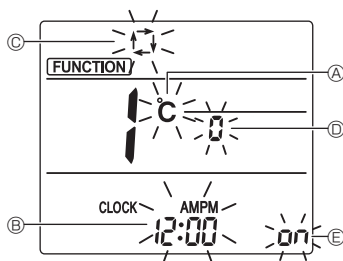

Fig. 4-11
- Tryk på **STOP**-knappen ① for at stoppe klimaanlægget.
- Tryk på **MENU**-knappen ②.
- Kontrollér, at funktionsnr. "1" vises, og tryk derefter på **SET**-knappen ③. Indstillingsskærmen til skærmvisning vises. (Fig. 4-11)
- Tryk på **UP**-knappen ④ for at ændre funktionsnr.
### 4.12.2. Ændring af temperaturenheden (Fig. 4-11 (A))
- Tryk på **TEMP**-knappen ⑤.
- Hver gang der trykkes på **TEMP**-knappen ⑤, skifter indstillingen mellem **°C** og **°F**.
### 4.12.3. Ændring af tidsvisningen (Fig. 4-11 (B))
- Tryk på **TIME**-knappen ⑥.
- Hver gang der trykkes på **TIME**-knappen ⑥, skifter indstillingen mellem **12:00** og **24:00**.
### 4.12.4. Ændring af AUTO-tilstanden (Fig. 4-11 (C))
- Tryk på **—**-knappen ⑦.
- Hver gang der trykkes på **—**-knappen ⑦, skifter indstillingen mellem **☀** og **☀☀**.
### 4.12.5. Ændring af parnummeret (Fig. 4-11 (D))
- Tryk på **UP**-knappen ⑧.
- Hver gang der trykkes på **UP**-knappen ⑧, skifter parnummeret 0-3.